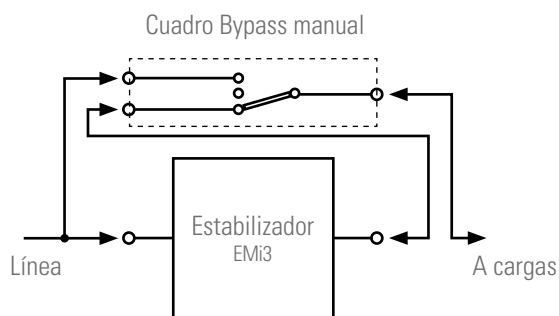
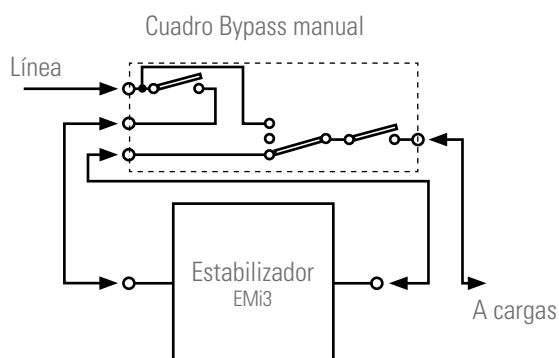
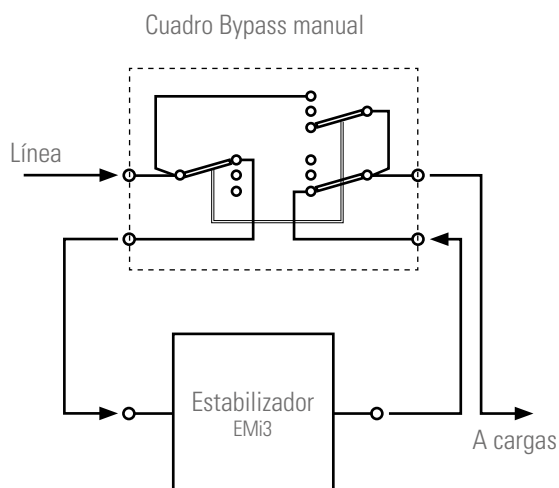

Fig. 15. Conexión estabilizador con Cuadro de Bypass manual con conmutador simple.
Fig. 16. Conexión estabilizador con Cuadro de Bypass manual con conmutador simple y protecciones.
Fig. 17. Conexión estabilizador con Cuadro de Bypass manual con conmutador doble.
- Las conexiones entre el Cuadro de Bypass con la red de alimentación, el estabilizador y cargas será distinto si se trata de un Cuadro con conmutador simple (ver Fig. 15), si dispone adicionalmente de interruptores de protección (ver Fig. 16) o si es el Cuadro dispone de un conmutador doble (ver Fig. 17).